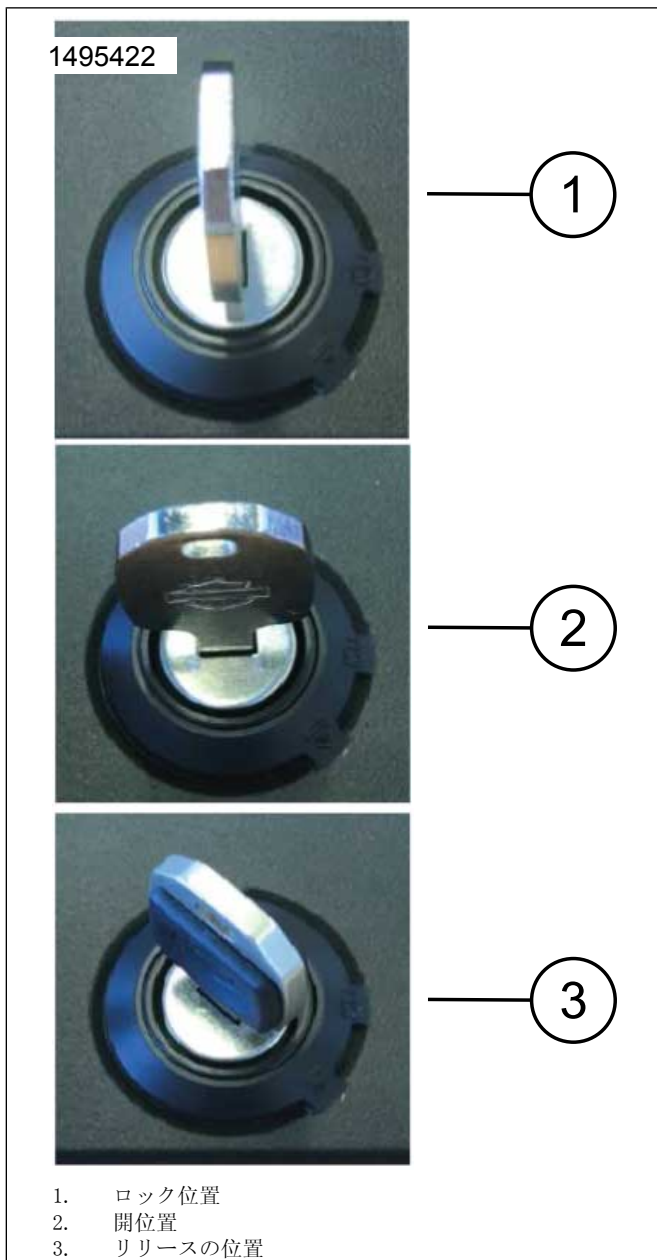

図11。ロックの位置(標準)
8. 図11ロックセットを取り付けたら、キーが1または2の位置で取り外すことができます。